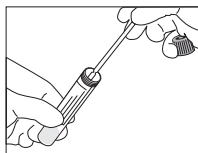

Fig. 1
3. Inserte el hisopo para la recogida, introdúzcalo en el tubo hasta que el punto de rotura (si lo hay) alcance el nivel de la abertura del tubo (Fig. 1).